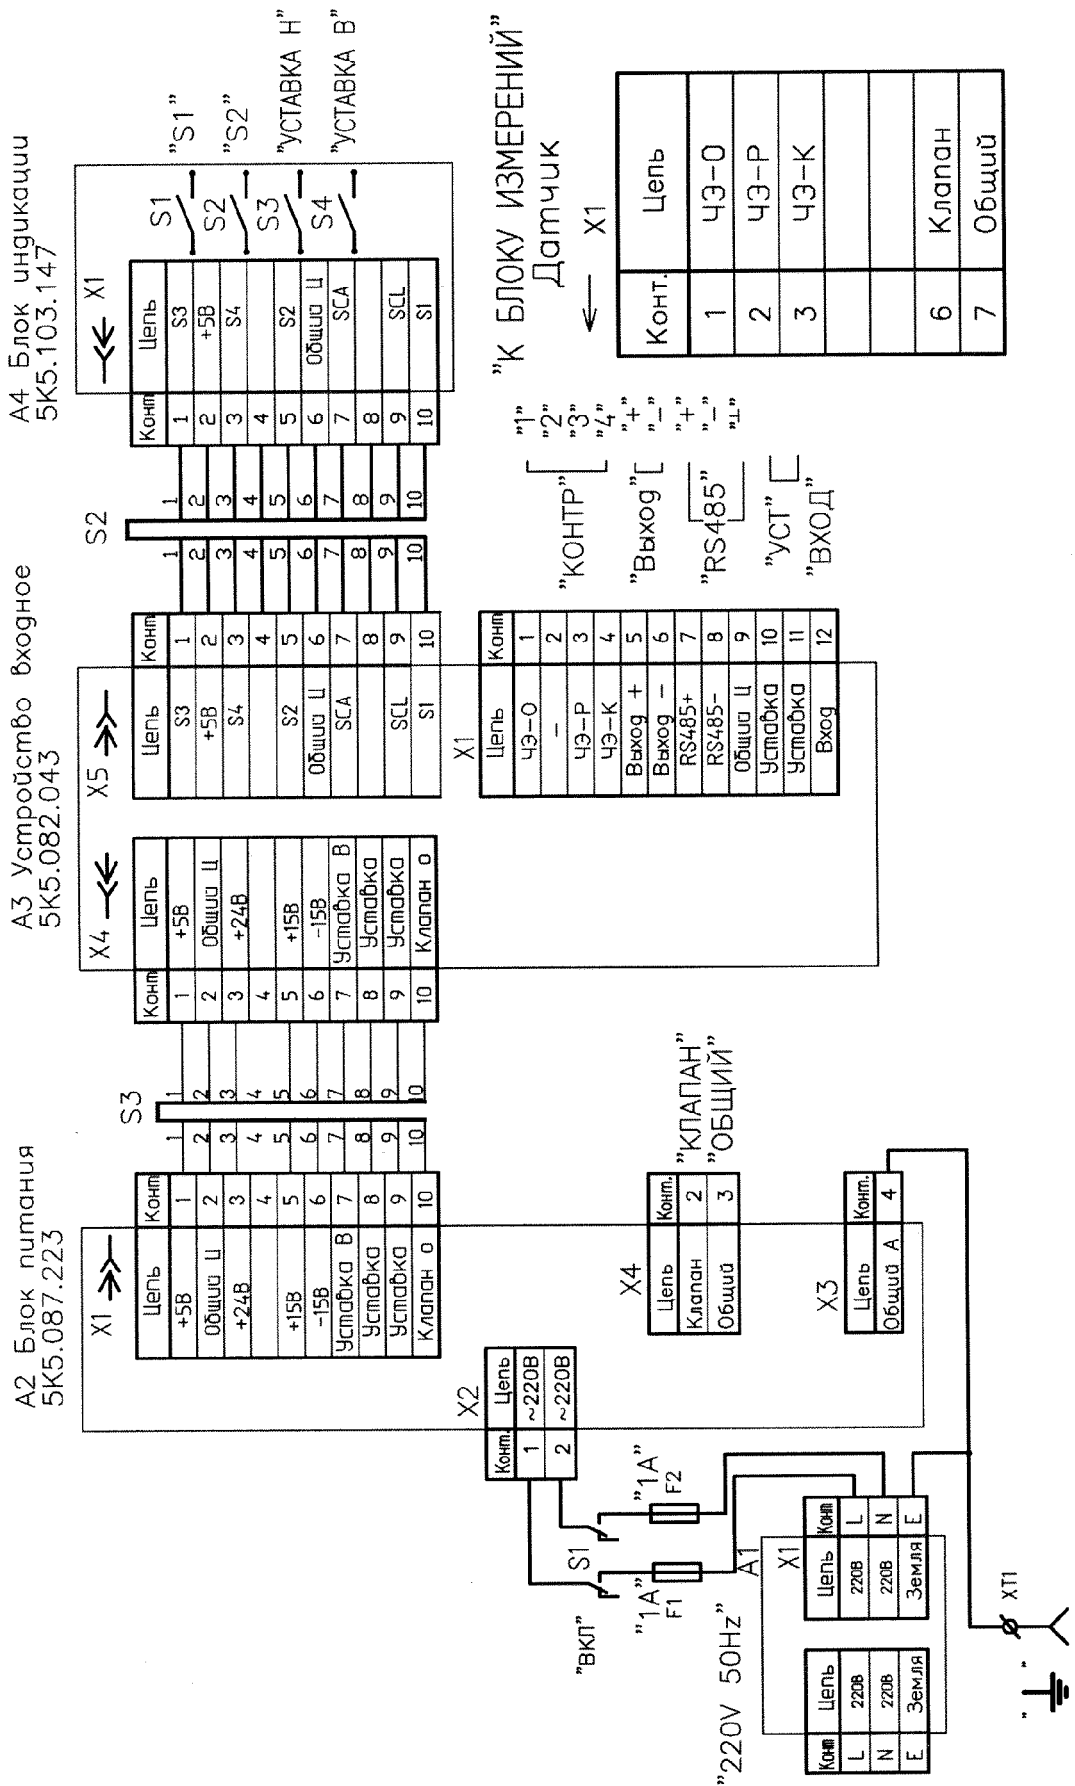

Рисунок 7 – Схема электрическая принципиальная гирометра БАЙКАЛ МК (двухкорпусной)
2.2.4 Электрическая принципиальная схема гигрометра для всех исполнений приведена на рис. 7, 8.